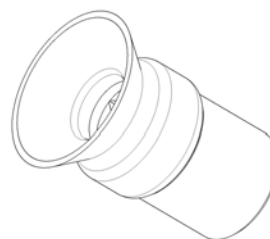
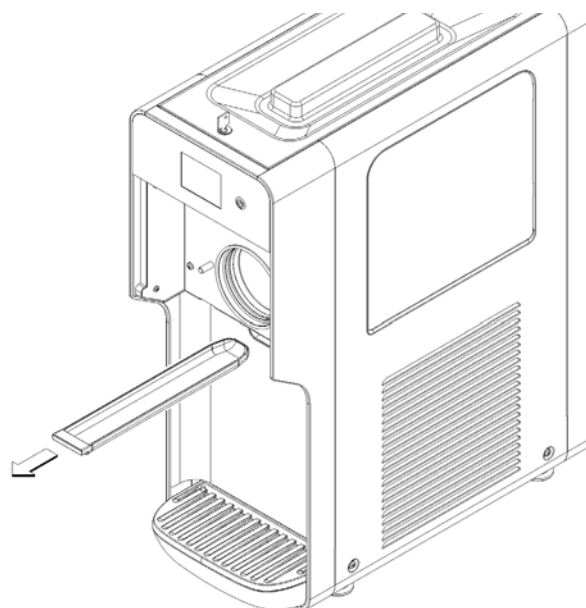

figura 29
figura 30
- 2 **Una vez por semana:** verifique que la junta del raspador no esté desgastada. de ser así, sustitúyala con un repuesto original del fabricante. (ver figura 29)
- 3 **Una vez por semana:** verifique la presencia de eventuales pérdidas, extrayendo la bandeja (ver figura 30). Si hay verifique que la junta del raspador no esté desgastada. de ser así, sustitúyala con un repuesto original del fabricante (ver figura 29).